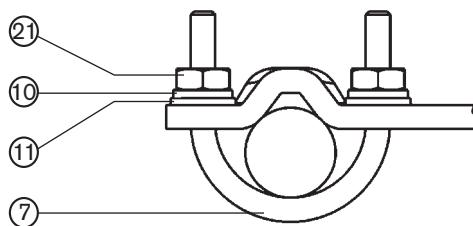

Figure 26 : Fixer le positionneur avec l'équerre de montage pour les actionneurs avec portique
- Fixer l'équerre de montage avec les tiges en U (7), les rondelles (11), les rondelles élastiques (10) et les écrous hexagonaux (21) sur le portique (voir « Figure 26 »).